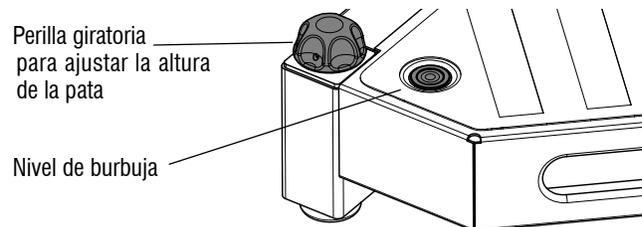

Figura 3-8. Vista detallada del nivel de burbuja
La base de la máquina FS80 consta de dos ruedas fijas y dos patas ajustables, para nivelar y estabilizar la base a 2 grados de nivel en forma longitudinal solamente. Antes del funcionamiento se deben enganchar las patas ajustables a un punto donde la base quede nivelada según lo indique el nivel de burbuja (Figura 3-8.).
4. Girar las patas ajustables hasta que la burbuja del nivel quede centrada (ver la Figura 3-8.).